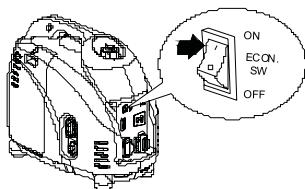

Рис. 19
- Переведите переключатель экономичного режима в положение «ON» (Рис.19).